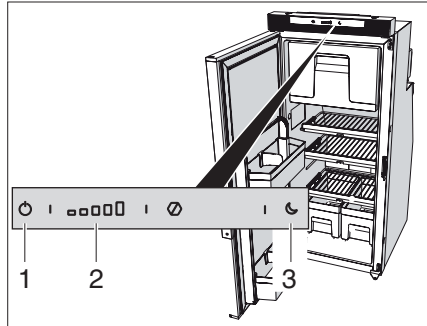

Fig. 89 Elementos de mando en el frigorífico
- ▶ Pulsar la tecla On/Off (Fig. 89,1) y mantenerla pulsada durante algunos segundos.
- ▶ Presionar o deslizar los símbolos en la tecla de ajuste de temperatura del frigorífico (Fig. 89, 2) para seleccionar el nivel de refrigeración deseado.